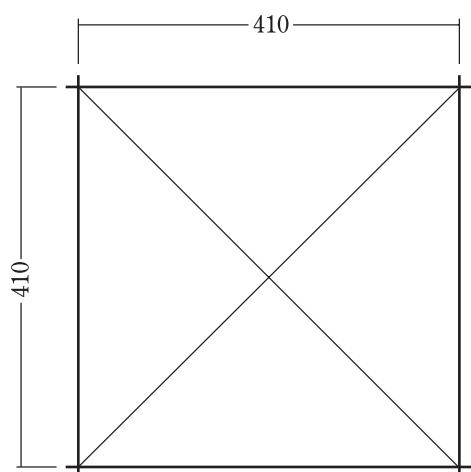

図1 開口寸法
- ① 内箱の寸法より、タテ・ヨコとも10mm程度大きめの穴をあけておく。（上図1参照）
- ② 差入口と内箱をセットする。
- ③ スペーサーを用いて、セットした受箱を水平に設置し、すき間にモルタルを詰め固定する。
- ④ 見切りをまわし、壁（壜）を仕上げる。
- ⑤ ポスト設置後、付属のスノコを入れて下さい。